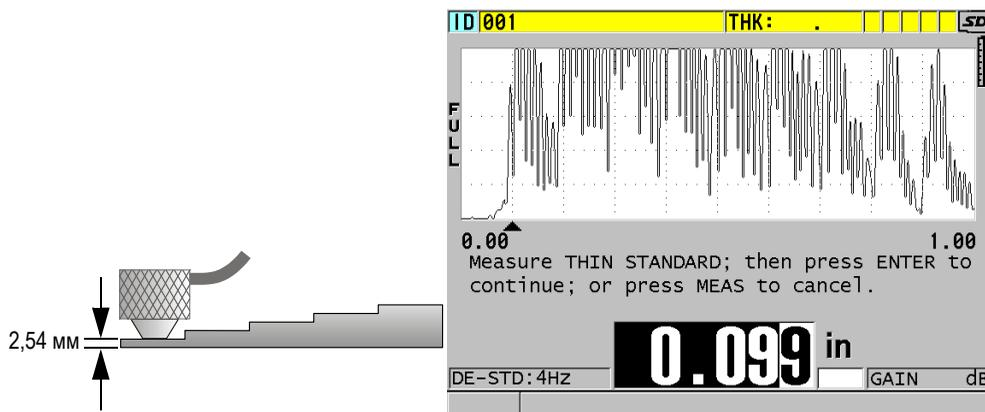

Рис. 5-5 Калибровка нуля на тонкой части 5-ступенчатого тестового образца
2. Калибровка нуля (см. Рис. 5-5 на стр. 81):